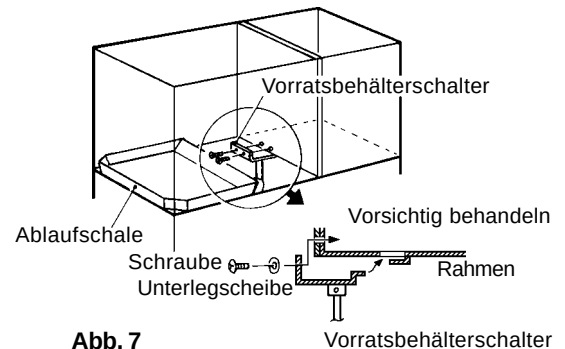

Abb. 7
- 7) Klebeband entfernen, welches den Vorratsbehälterschalter auf der Ablaufschale hält. Vorratsbehälterschalter am Rahmen links am Boden des Verflüssigers befestigen und mit mitgelieferten zwei Schrauben und Unterlegscheiben sichern. Siehe Abb. 7.